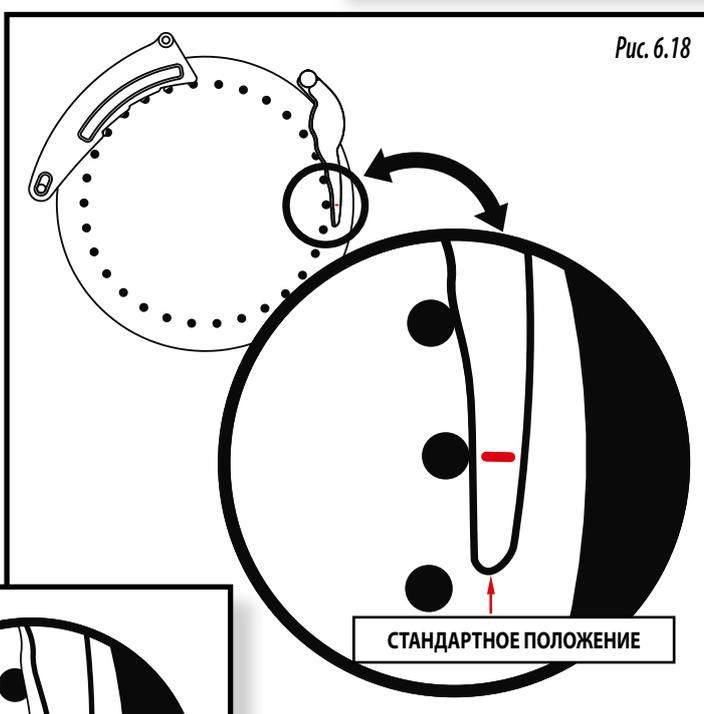

Рис. 6.18
- 4- Переместить предохранительную колодку в нужное положение. Стандартная регулировка: установить предохранительную колодку по внешнему краю отверстия, центр которого совпадает с отметкой границы зоны разрежения (красная отметка, рис. 6.18).
КРАСНАЯ ОТМЕТКА НА ПРЕДОХРАНИТЕЛЬНОЙ КОЛОДКЕ (РИС. 6.18) УКАЗЫВАЕТ ТОЧКУ, В КОТОРОЙ ПРОИЗВОДИТСЯ РЕГУЛИРОВКА ПО ПУНКТУ 4.